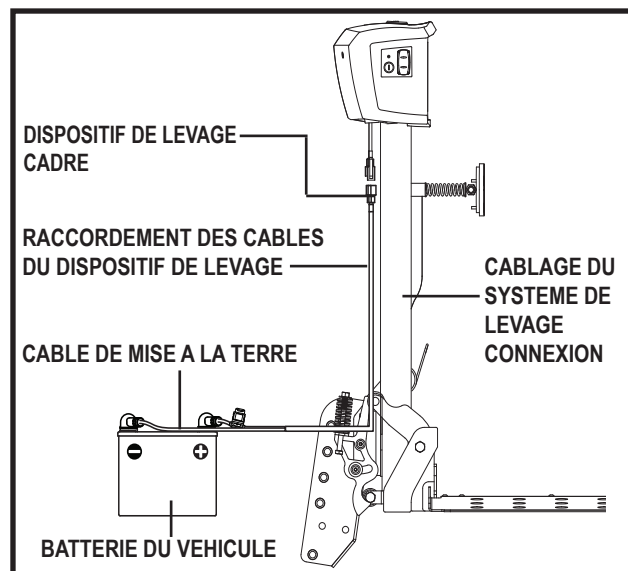

Figure 10. Installation du faisceau de câbles
1. Passe le câble de l'appareil (à partir de l'appareil) à l'intérieur du véhicule pour rejoindre la batterie du véhicule. **Voir la figure 10.** Typiquement, vous trouverez des orifices passe fil derrière les feux arrière afin de faire passer le câble dans le coffre arrière et sous la banquette arrière.